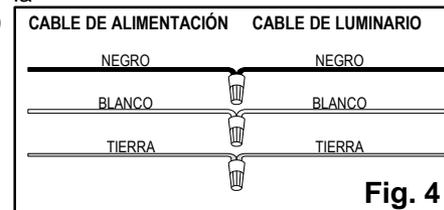

Fig. 4
3. Saque los cables de alimentación de la **caja de alimentación**. Conecte el **cable negro de alimentación** con el **cable negro del luminario** utilizando una **tuerca para cables**. Conecte el **cable blanco de alimentación** con el **cable blanco del luminario** utilizando una **tuerca para cables**. Conecte el **cable del luminario a tierra** con el **cable de alimentación a tierra**, utilizando una **tuerca para cables**. Envuelva todas las conexiones de los cables con cinta de aislar para una conexión más segura. (Fig. 4)